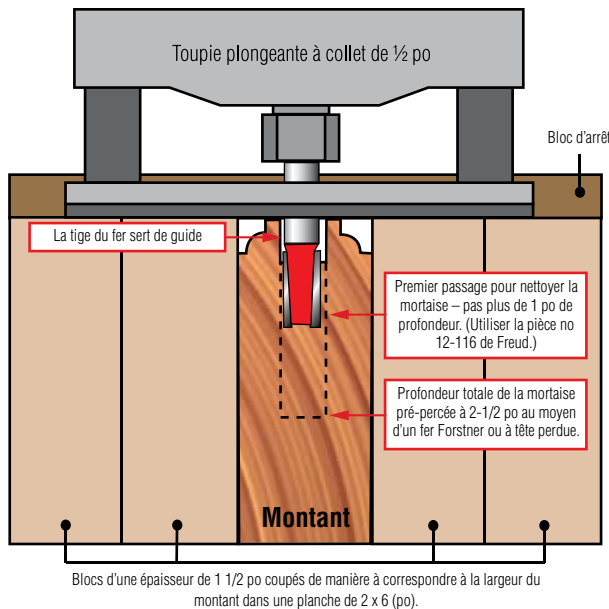
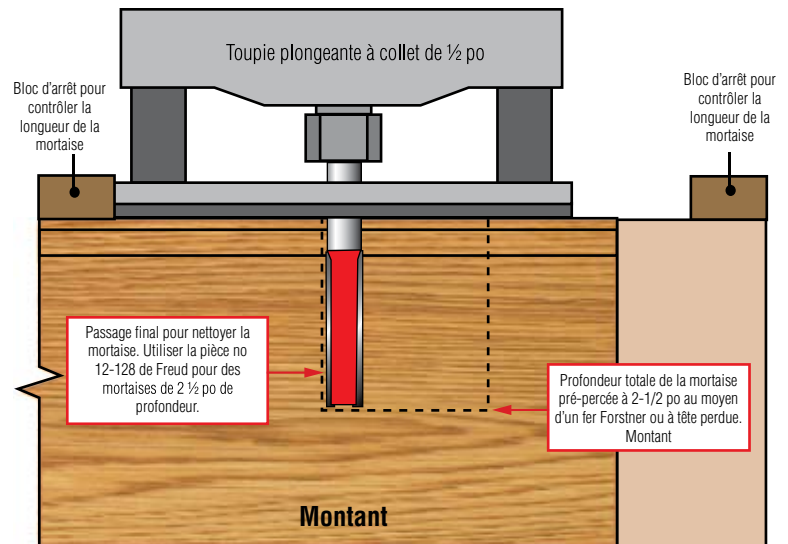

Figure 15
Figure 16
- Une troisième technique de mortaisage combine l'utilisation d'une perceuse à colonne et de fers à tête perdue ou Forstner avec les fers de toupie droits de Freud pour la finition et le « nettoyage » de la mortaise. Utiliser tout d'abord un fer à tête perdue ou Forstner (diamètre de 5/8 po pour les portes d'extérieur et de 3/8 po pour les portes d'intérieur) pour éliminer la plus grande partie du matériau de la mortaise. Percer les trous aussi près les uns des autres que possible. Prenez soin de centrer parfaitement les trous dans la rainure du montant. Fabriquez ensuite un gabarit simple de mortaisage tel qu'illustré dans la Figure 15 et la Figure 16 ci-après.